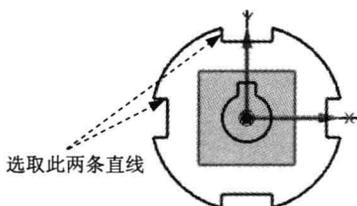

图 2.11 等长约束 1
(1) 添加约束 1. 单击“约束”按钮，选取图 2.11 所示的两条直线，系统弹出“约束”工具条，单击按钮，则两条直线上会添加“等长”约束。